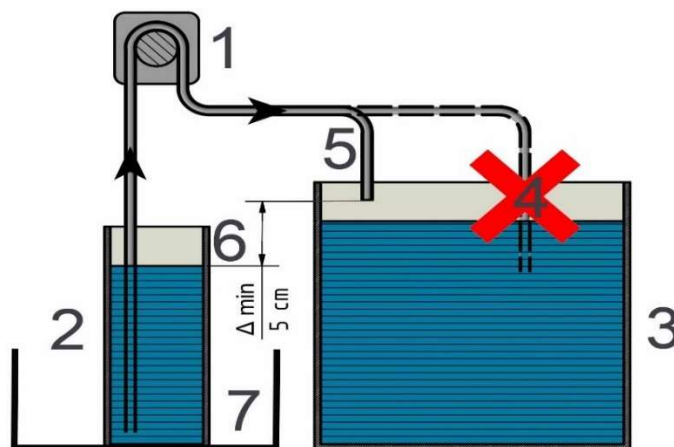

Fig. 1: Instrucciones de seguridad:
Las bombas (1) son autocebantes y siempre deben colocarse de acuerdo con la Fig. 1. Este es el único modo de evitar el vaciado total del recipiente (2). Se recomienda mantener las mangueras lo más cortas que sea posible (altura máx del agua 2 m = 0.2 bar), sin embargo, el tubo del lado de succión ha de llegar al fondo del contenedor (2). Para evitar el reflujo, tenga cuidado de que la manguera de dosificación no queda dentro del agua del acuario (4). El nivel de agua en el contenedor (6) siempre tiene que estar por debajo del extremo del tubo de dosificación (5). El nivel del agua en el filtro / acuario (3) no es importante cuando se respetan estas instrucciones.